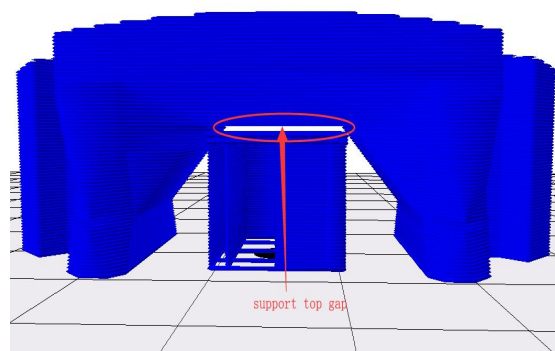

图 24，图中箭头所指为支撑顶部与模型的间隙
(4)支撑的顶部距模型间隙(单位 mm)：即支撑顶部与模型表面的间距如图 24，数值越大，间距越大，支撑越容易剥离，但数值过大会造成支撑效果差，模型添加支撑部位出现悬垂；数值越小，间距越小，支撑从模型表面剥离时，模型表面会有残留料，影响模型表面的光滑度，当为 0 时支撑表面与模型紧紧连接，如果支撑表面的打印材料与模型是同一种材料会无法剥离；此值默认 0.18mm，是理想情况下较合适的值。用户可以在默认数值上打印测试，根据实际打印情况，上调或下调该参数，使模型获得较好的支撑效果且易从模型上剥离和获得较好的模型表面，上调或下调建议按 0.03mm 梯度增加或减少。